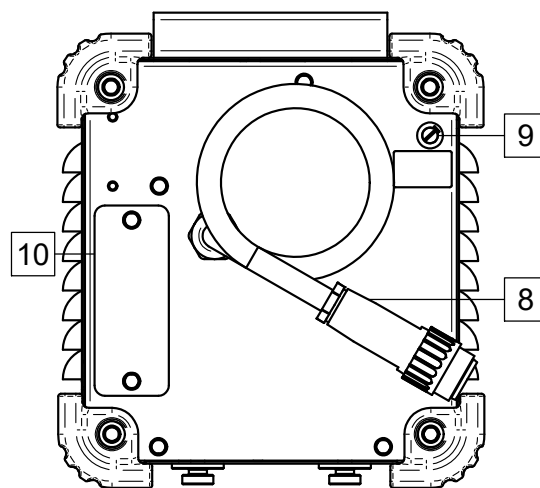

Figura 5
- Conectați furtunul cu un conector rapid de apă (adăugat la echipament) la orificiul de intrare și de ieșire al răcitorului (Figura 5).